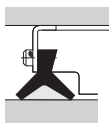

Рис.1 Грязесъемник в креплении моделей SE и SEB
- (1) В линейных опорах качения LM затруднено удаление посторонних частиц, которые попадают внутрь в результате недостаточности предпринятых мер по защите от пыли. Это часто приводит к повреждению дорожек качения и линейных опор качения LM. Следует обращать особое внимание на то, чтобы не допускать попадания внутрь грязи и пыли.
- (2) Все крепежные элементы для линейных опор качения LM моделей SE и SEB должны оснащаться специальным резиновым грязесъемником с двойной кромкой с целью обеспечить надежную защиту от пыли и других загрязнений. Защитный эффект усиливается, если при установке крепления между двумя кромками нанести смазку, как показано на Рис. 1.